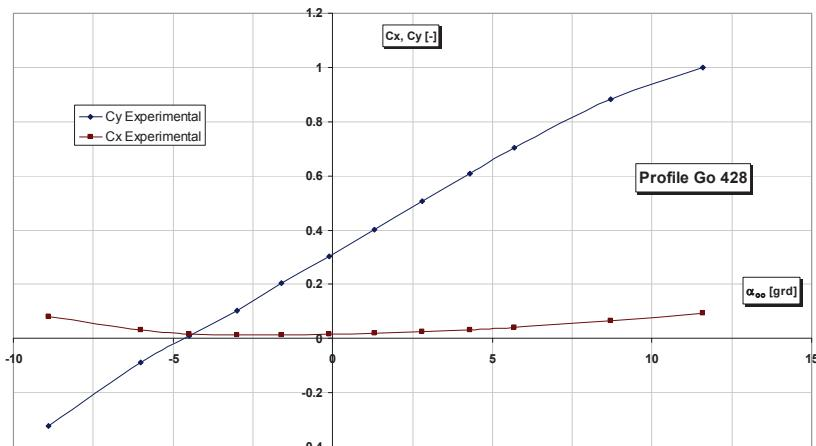

Fig. 16.2
Coefficienții  $C_x$  și  $C_y$  din relațiile (1) și (2) se determină experimental pentru diferite valori ale unghiului de incidență  $\alpha_\infty$  respectiv ale raportului  $\lambda = B/L$ . Coeficientul  $C_y$  al portanței este negativ pentru unghiuri de incidențe negative mari, devine nul pentru incidența de portanță nulă  $\alpha_{\infty 0}$ , apoi crește aproape linear până la incidența critică, cuprinsă în general între  $10^\circ$  și  $15^\circ$ . După acest unghi, portanța scade, iar rezistența la înaintare crește. Pentru raportul  $\lambda = B/L = 1525/305 = 5$ , curbele experimentale ale coeficienților de portanță și rezistență sunt date numeric în tab. 2 și grafic în fig. 16.2 [13].
The coefficients  $C_x$  and  $C_y$  of (1) and (2) relations are determined experimentally for various values of the incidence attack angle  $\alpha_\infty$  and ratio  $\lambda = B/L$ . The  $C_y$  lift coefficient is negative for negative incidence angles, becomes zero for the null lift angle  $\alpha_{\infty 0}$ , then grows almost linear until the critical incidence angle, with values between  $10^\circ$  și  $15^\circ$ . After that, the lift coefficient decreases and the drag coefficient grows. For the ratio  $\lambda = B/L = 1525/305 = 5$ , the experimental curves of the lift and drag coefficients are presented numeric in tab. 2 and graphic in fig. 16.2 [13].